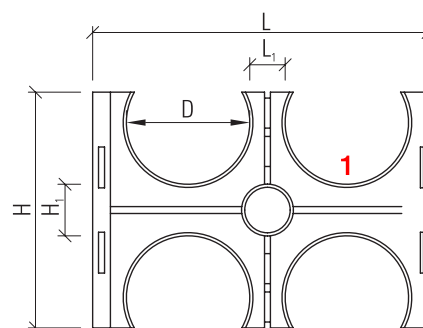

Fig. 5: Distanceholdere
For at gøre det lettere at lægge flere rør og sikre den korrekte afstand anbefales det at bruge distanceholdere (fig. 5).
2. Fyld op med fyldmateriale til underkanten (1) af distanceholderen (se fig. 5).